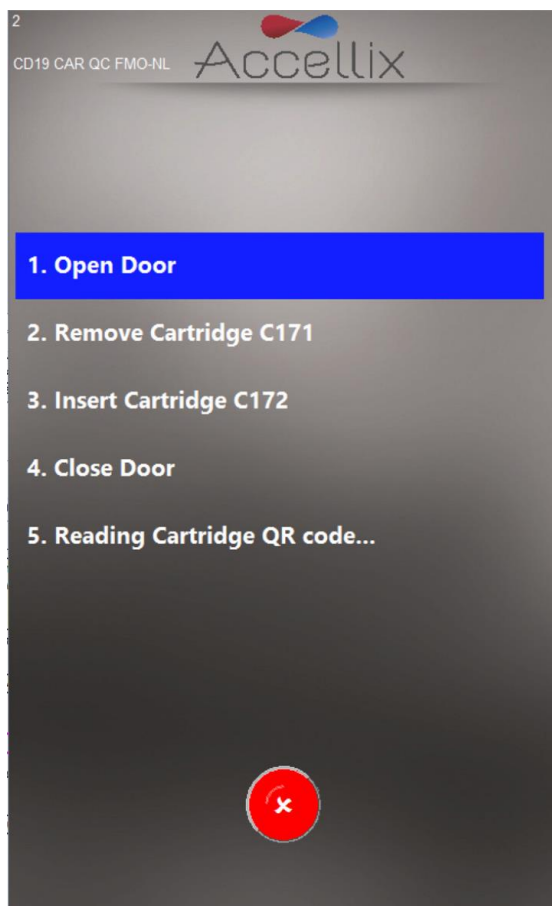

Figure 45 : écran Plusieurs cartouches : retirer la cartouche
1. L'écran **Multi-cartridge Remove Cartridge** (Plusieurs cartouches : retirer la cartouche) indique à l'utilisateur de retirer la première cartouche et d'insérer la suivante dans la séquence (Figure 45).